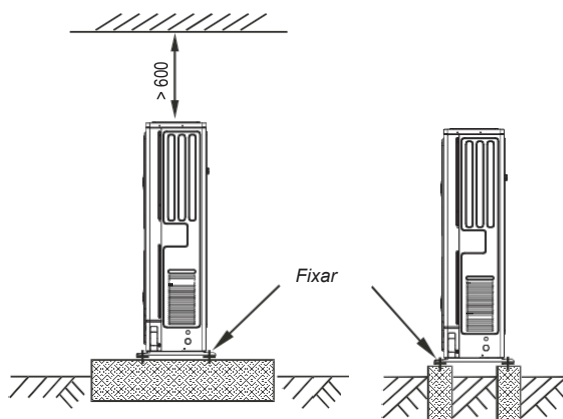

Fig. 3-5
- Faça uma base de concreto de acordo com as especificações da unidade exterior (Veja Fig.3-5).
- Fixe os pés da unidade firmemente com parafusos para evitar que se desloque em caso de terremoto ou vento forte. (Veja Fig.3-5)